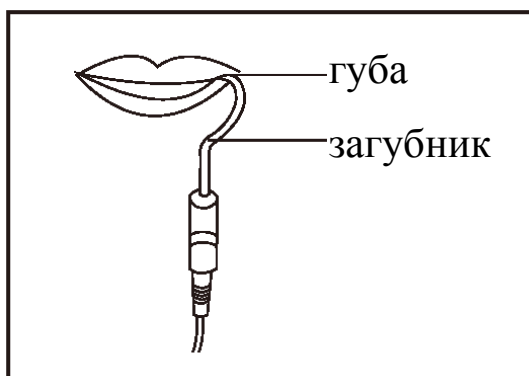

Рисунок 15
- 6.2.4 Повесить загубник важно так, чтобы он контактировал со слизистой оболочкой полости рта как контрольный электрод. [Рисунок 15].